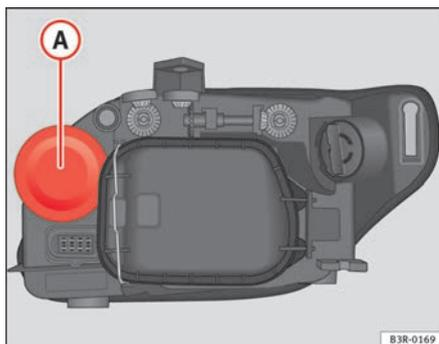

Fig. 202 Luz de carretera
- Retire la tapa de goma (A) ⇒ fig. 202 tirando de ella.